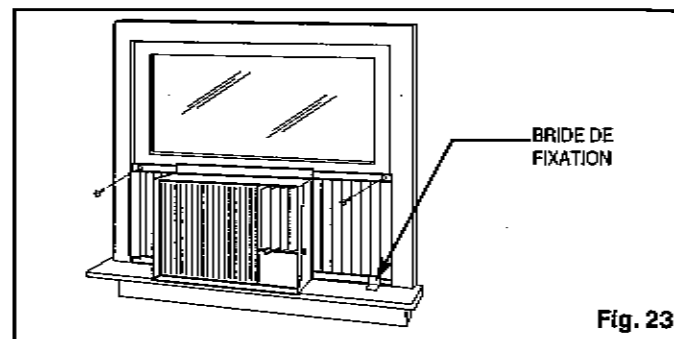

Fig. 23
- Étendez les cadres des volets (complètement) de chaque côté, et fixez le haut des structures au cadre de la fenêtre en utilisant une vis de 3/4 po et une rondelle de sécurité sur chaque côté. Fig. 23.
- Installez la bride de fixation sur chaque côté (en bas) des volets, et fixez au rebord de la fenêtre en utilisant une vis de 3/4 po et une rondelle de sécurité sur chaque côté. Fig. 23.